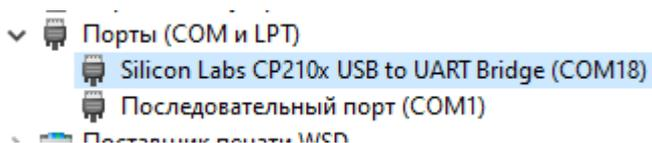

Рисунок 2. Отображение устройства после установки драйвера
6. После установки драйвера в разделе устройств "Порты (COM и LPT)" должно появиться устройство "Silicon Labs CP210X USB to UART Bridge" (рисунок 2).